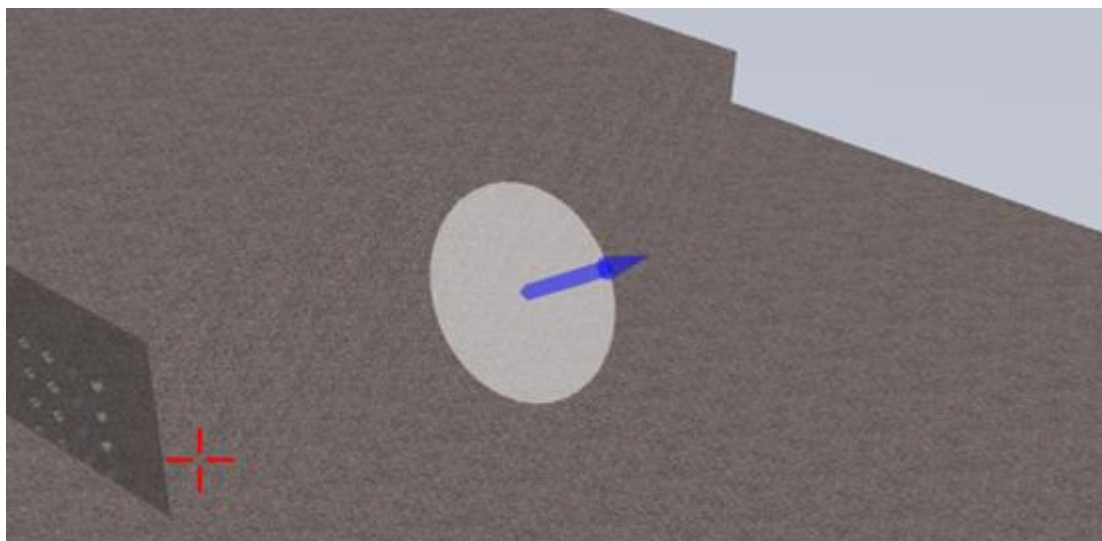

图 7 单面剖切
- 编辑剖切面：在需要剖切的平面选取3个点，系统自动生成剖切面。鼠标拖动剖切面箭头可移动剖切面。（如图7所示）